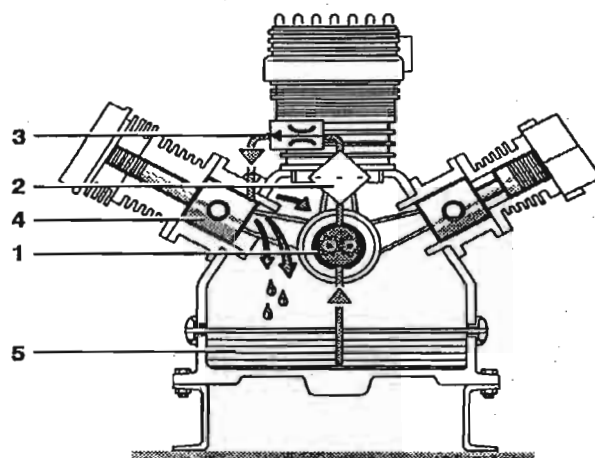

Рис. 19 Система смазки
Масляный насос (1, Рис. 19) приводится в действие коленчатым валом, к которому он присоединён. Он перекачивает масло из масляного картера (5) через тонкий масляный фильтр (2) и клапан минимального давления (3) в цилиндр 3-ей ступени. Потом масло направляется ведущим поршнем 3-ей ступени и смазывает все движущиеся части компрессорного блока.